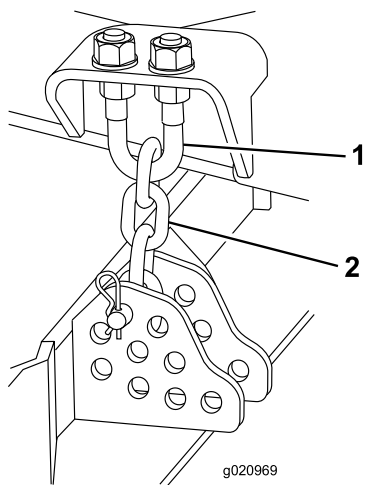

Figure 91
1. Desserrez les écrous de blocage en haut ou en bas de l'étrier fileté de la chaîne de hauteur de coupe (Figure 91).